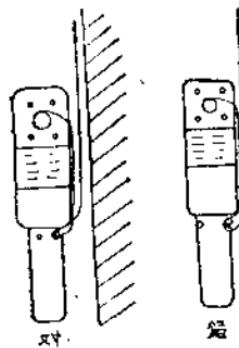

图 4
(1)截煤机在入刀前要垫正机身，使机器在直的方向与底板的倾斜度一致，横的方向与走向平面一致。鋼絲繩应按图4所示方向挂在基座的小滑輪上，不能反挂，因为挂反了不仅进刀速度慢，而且容易断繩。